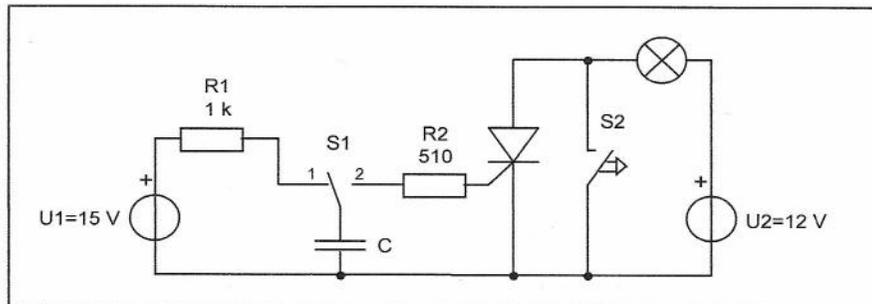

Bild 3: Zündung des Thyristors durch Stromimpuls
- 2.4. Erklären Sie die Funktion der Schaltung nach Bild 3 mit folgendem Ablauf der Schalterstellungen:
Bauen Sie die Schaltung nach Bild 3 auf. Verwenden Sie für den Kondensator eine Kondensator-Dekade, die Sie auf 1 μF einstellen.